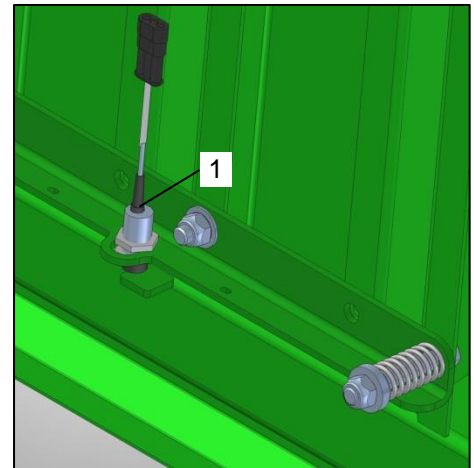

Bild 97: Stirnwall Sensor mitte
Das Schneidwerk (Bild 97 / Pos.1) verfügt über eine Kontrolleinrichtung. Ist der Schneidwerkrahmen (Bild 97 / Pos.1) nicht vollständig eingeschwenkt und liegt somit noch nicht an den Stellschrauben (Bild 97 / Pos.4) an, wird der Sensor (Bild 97 / Pos.2) geschaltet. Die Diode am Sensor (Bild 97 / Pos.2) leuchtet und das Terminal Display signalisiert das ausgeschwenkte Schneidwerk (Bild 97 / Pos.2).
Zur Einstellung des Sensors (Bild 97 / Pos.2) muss wie folgt vorgegangen werden:
- Schwenken Sie das Schneidwerk (Bild 97 / Pos. 1) vollständig ein. Es liegt somit an den Stellschrauben (Bild 97 / Pos. 4) an.
- Lösen Sie am Sensor- Halter die Muttern (Bild 97 / Pos.3).
- Verschieben Sie den Sensor (Bild 97 / Pos.2), bis die Leuchtdiode am Sensor (Bild 97 / Pos.2) erlischt.
- Halten Sie den Sensor (Bild 97 / Pos.2) in dieser Position und ziehen Sie die Mutter (Bild 97/ Pos.3) wieder an.